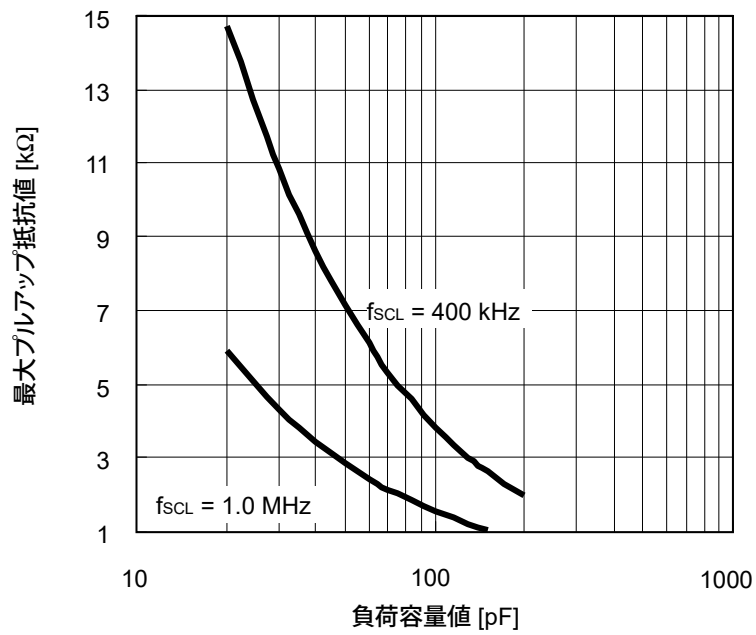

図11 出力負荷
*1. SDA出力遅延時間は、SDA端子の出力形態がNchオーブンドレイン出力のため、IC外部の負荷抵抗値、負荷容量値により決まります。出力負荷の関係を図11に示します。